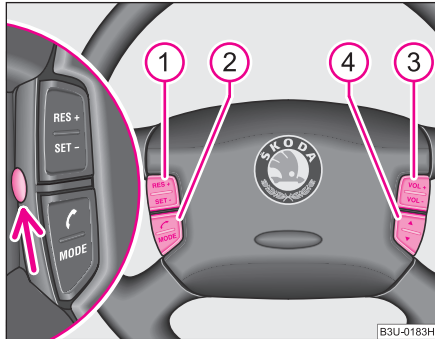

Fig. 125 Volanul multifuncțional: Tastele de comandă
- Telefonul se utilizează de la tastele ②, ③ și ④ ⇒ fig. 125.
- Apăsând tasta ② în poziția **MODE** comutați din regimul de funcționare Radio în regimul de funcționare Telefon (și invers).
- Apăsând scurt tasta ② în poziția  puteți prelua sau încheia o convorbire telefonică, sau puteți selecta din agenda telefonului.
- Apăsând tasta ② în poziția  mai mult de 2 secunde, puteți respinge un apel telefonic.
- Apăsând tasta ③ în poziția **VOL+** și **VOL-** puteți reduce sau mări volumul sonor al convorbirii.
- Apăsând scurt tasta ④ în poziția Δ sau ∇ puteți răsfoi numele din memoria telefonului.
- Prin apăsare prelungă pe tasta ④ în pozițiile Δ și ∇ puteți răsfoi agenda telefonică în ordine alfabetică, crescător (A la Z) sau descrescător (Z la A).
Prin apăsarea tastei ④ în poziția Δ și ∇ ⇒ fig. 125 puteți răsfoi meniurile.